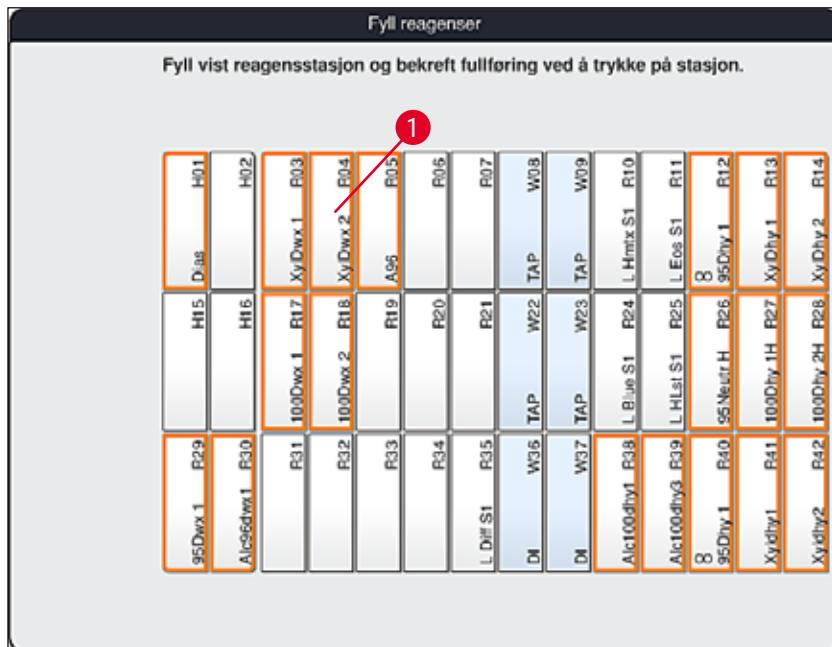

Fig. 55
2. I det nye vinduet **Fyll reagenser** (→ "Fig. 55") er stasjonene som skal fylles, merket med oransje (→ "Fig. 55-1").
Bare brukerdefinerte reagenser og reagenser som er lagt til Leica-fargeprogrammene vises med oransje markering (→ "Fig. 55"). Deretter skannes reagensene fra Leica-reagenssettet (→ S. 81 - **Fylle reagenser i Leica-reagenssettet**).